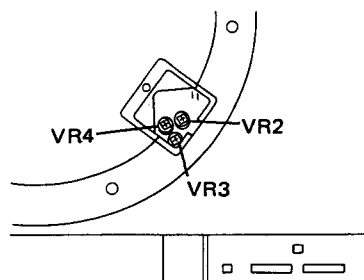

Fig. 11-1 Sensor del seguimiento, ajuste a cero
2. Luego, subir y bajar varias veces la elevación del brazo y volverla a poner en la posición de ascenso. Comprobar que la tensión por TP1 - TP2 no excede de $\pm 2V$ (Fig. 11-1).
2. Mantener el botón de ida del brazo (◀) presionado al primer nivel, y ajustar VR4 para que la punta de la aguja se mueva a una velocidad de 50mm por $7,1 \pm 0,7$ segundos (Fig. 11-1).
3. De igual modo, mantener el botón de venida (▶) presionado al primer nivel, y ajustar VR3 para conseguir de nuevo un movimiento de la punta de la aguja de 50mm por $7,1 \pm 0,7$ segundos (Fig. 11-1).